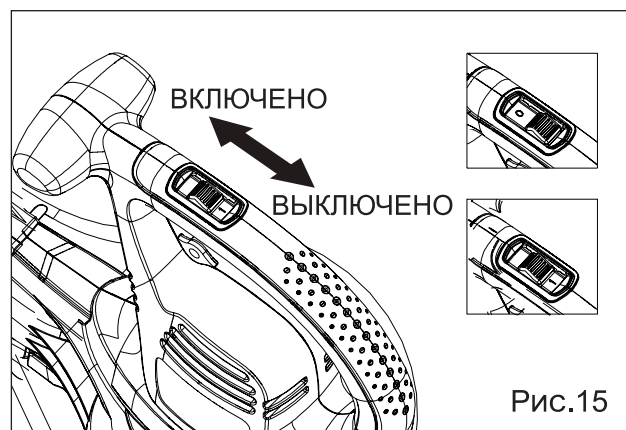

Рис.15
1. Чтобы запустить электрический воздуходув/пылесос сдвиньте выключатель питания. Включенное в положение (I), это оборудование настроено на односкоростную работу (I) (рис. 15).
2. Чтобы выключить оборудование, переведите переключатель включения/выключения в положение (O) (рис.15).